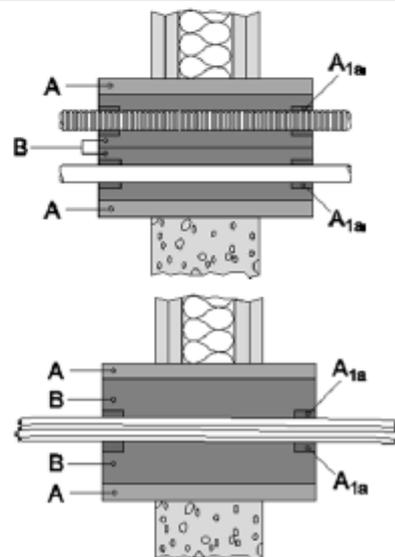

Abbildung 4: Abdichtung - A_{1a}
- Lücken bzw. Zwickel zwischen Serviceleitungen und der Hilti Brandschutzmodulbox CFS-MB (A) bzw. dem Brandschutzstein (B) werden mit der Hilti Brandschutzfüllmasse CFS-FIL (A_{1a}), 20 mm tief verfüllt.
- Abbildung 4